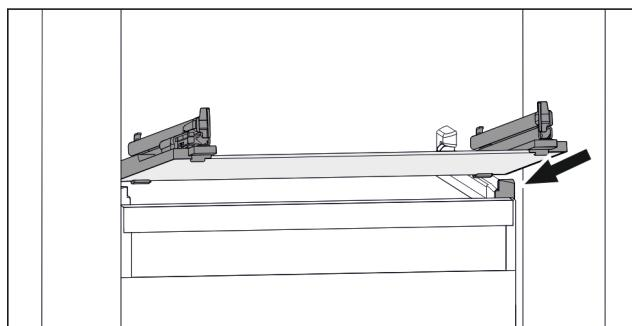

Fig. 77 Примерно изображение на стъклената плоча
- Поставете стъклената плоча под ъгъл зад ограничителите. (виж Fig. 77)